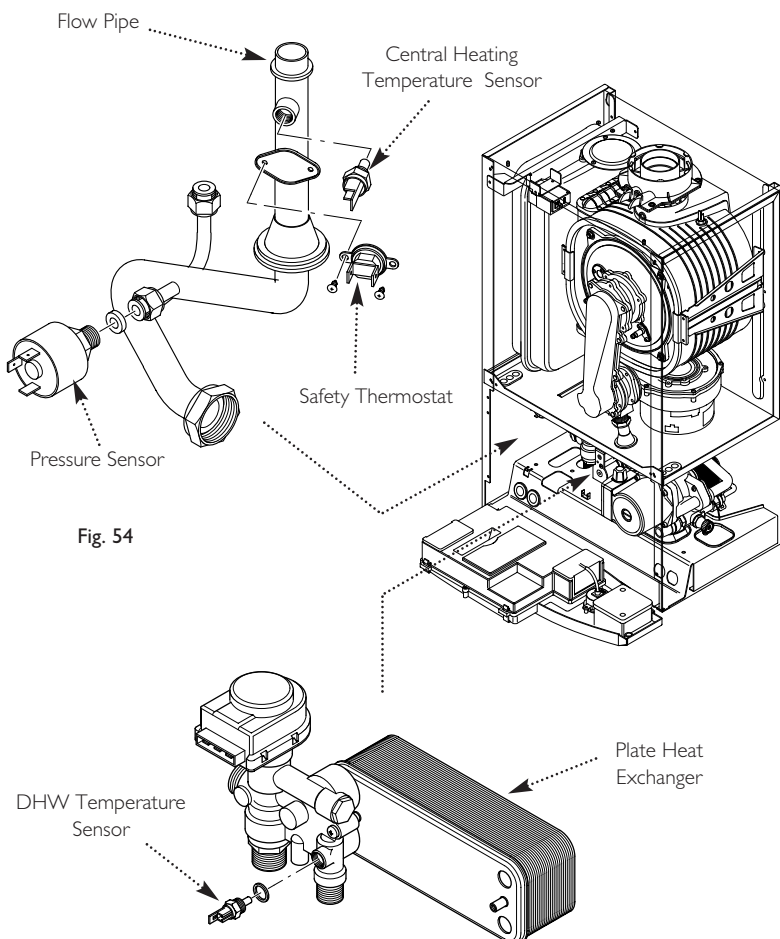

Fig. 55
12.12 DHW Temperature Sensor (NTC) (Fig. 55)